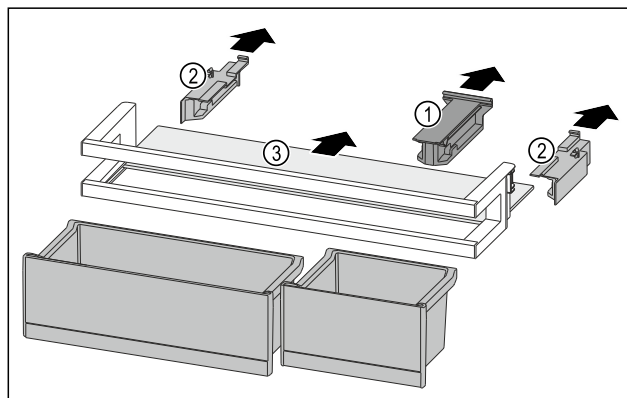

Fig. 116
- Držák Fig. 116 (1) stáhněte.
- Boční díly Fig. 116 (2) stáhněte.
- Odkládací plochu Fig. 116 (3) odeberte.